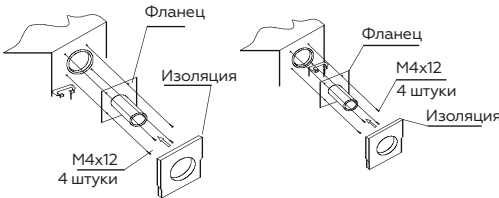

Рис. 20
7. Закрепите фланец и заизолируйте его (Рис. 20).